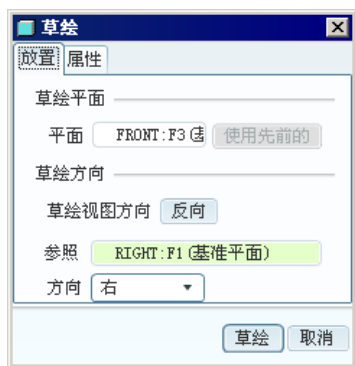
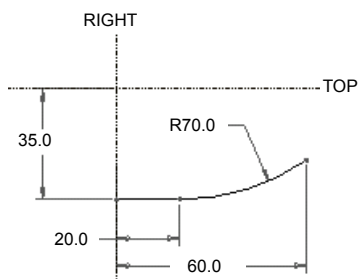

图 6.2.15 “草绘”对话框
图 6.2.16 截面草图
(1) 单击“草绘基准曲线”按钮.
(2) 设置 FRONT 基准平面为草绘平面，RIGHT 基准平面为参照平面，方向为 **右**，如图 6.2.15 所示；接受系统默认参照 TOP 和 RIGHT 基准平面；特征的截面草图如图 6.2.16 所示。